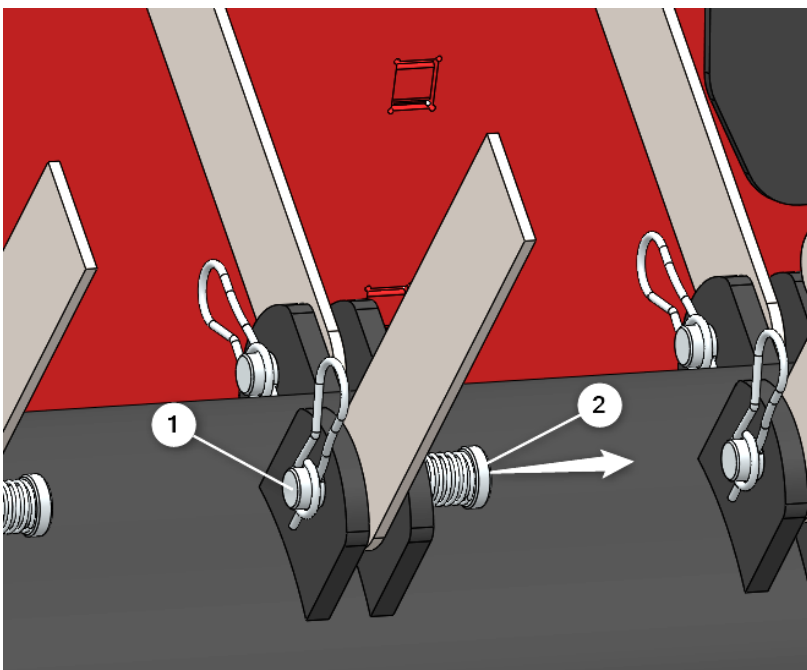

Fig. 11
6. Retirez le clip (1), soutenez la lame et faites glisser la goupille (2). La lame peut maintenant être retirée (Fig. 11).